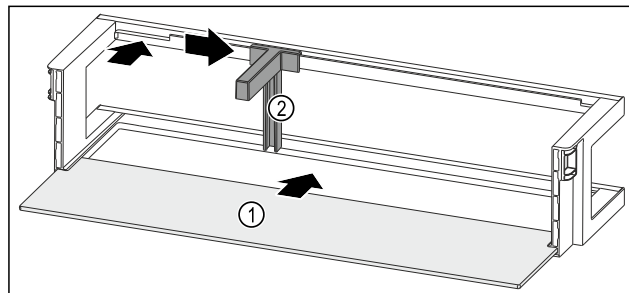

Fig. 114 Türabsteller mit Abstellfläche
- Abstellfläche Fig. 114 (1) in die seitlichen Einsparungen einschieben.
- Flaschenhalter Fig. 114 (2) in die Aussparung einsetzen.
- Flaschenhalter Fig. 114 (2) in gewünschte Position zur Seite schieben.